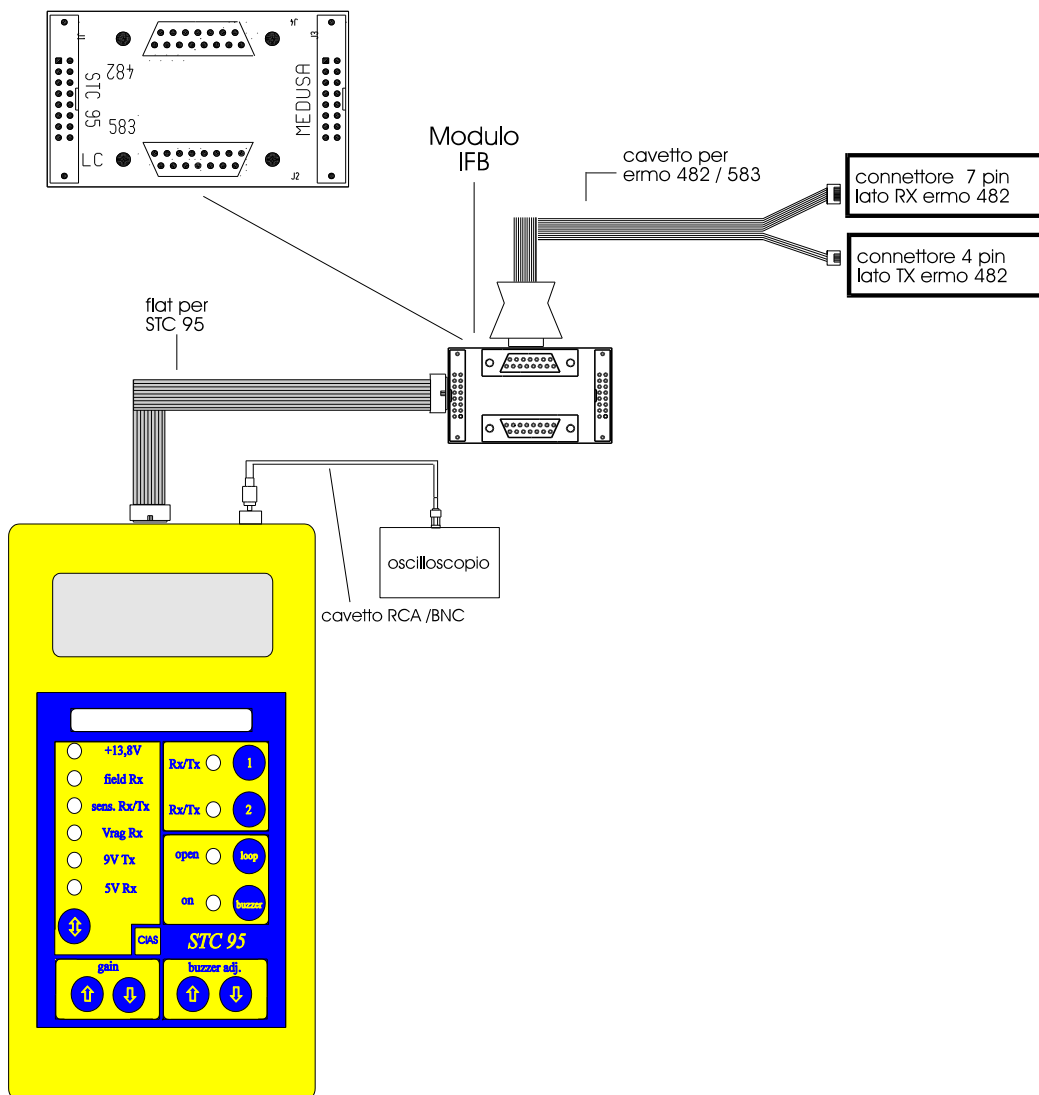

Figura 11
5. Effettuare l'interconnessione tra lo strumento STC 95 e la barriera ERMO 482 TX, come indicato in figura 11, inserendo il connettore a 4 pin nel "connettore di misura" del circuito.
- a) Verificare che il led "**Rx/Tx 1**" (22) sia acceso. Qualora fosse spento premere il tasto "**1**" (21) per accenderlo.
- b) Premere il tasto "**↑**" (10) tante volte quante ne servono per accendere il led "**+ 13,8 V**" (4). La tensione letta sul display (2) dovrà essere  $13,8 V \pm 10 \%$ .
- c) Premere il tasto "**↑**" (10) fino alla accensione del led "**9V Tx**" (8). La tensione letta sul display (2) dovrà essere  $9 V \pm 10 \%$ .
- d) Premere il tasto "**↑**" (10) fino alla accensione del led "**sens Rx Tx**" (6). La tensione letta sul display (2) dovrà essere  $4,5 V \pm 10 \%$ .
5. effettuare la interconnessione tra lo strumento STC 95 e la barriera ERMO 482 RX, inserendo il connettore a 7 pin nel "connettore di misura" presente sul circuito ricevitore come indicato in figura 11.